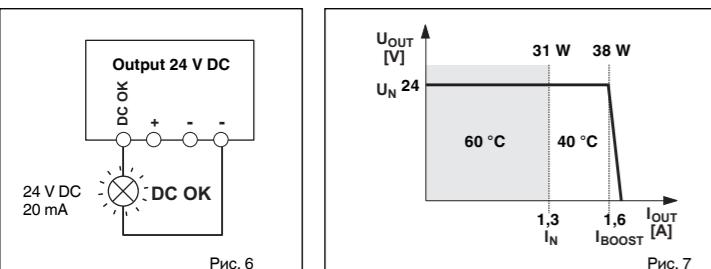

Рис. 6
Подключение активного переключающего выходного контакта DC OK (③, рис. 6) производится к винтовым зажимам «DC OK» и «-».